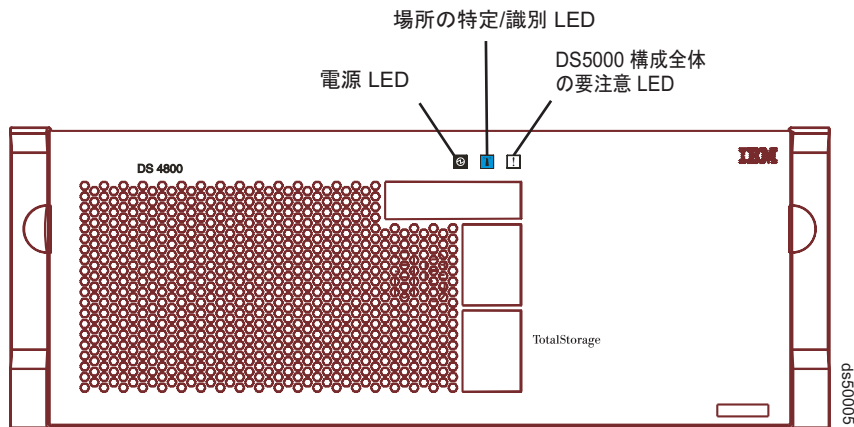

図 118. DS5100 および DS5300 の前面ベゼルにある構成全体の要注意 LED
1. ストレージ・サブシステムの前面ベゼルにある構成全体の要注意 LED を調べて、障害のある相互接続バッテリー・ユニットを突き止めます。(214 ページの図 118 に、前面ベゼルにある構成全体の要注意 LED の位置を示します。)